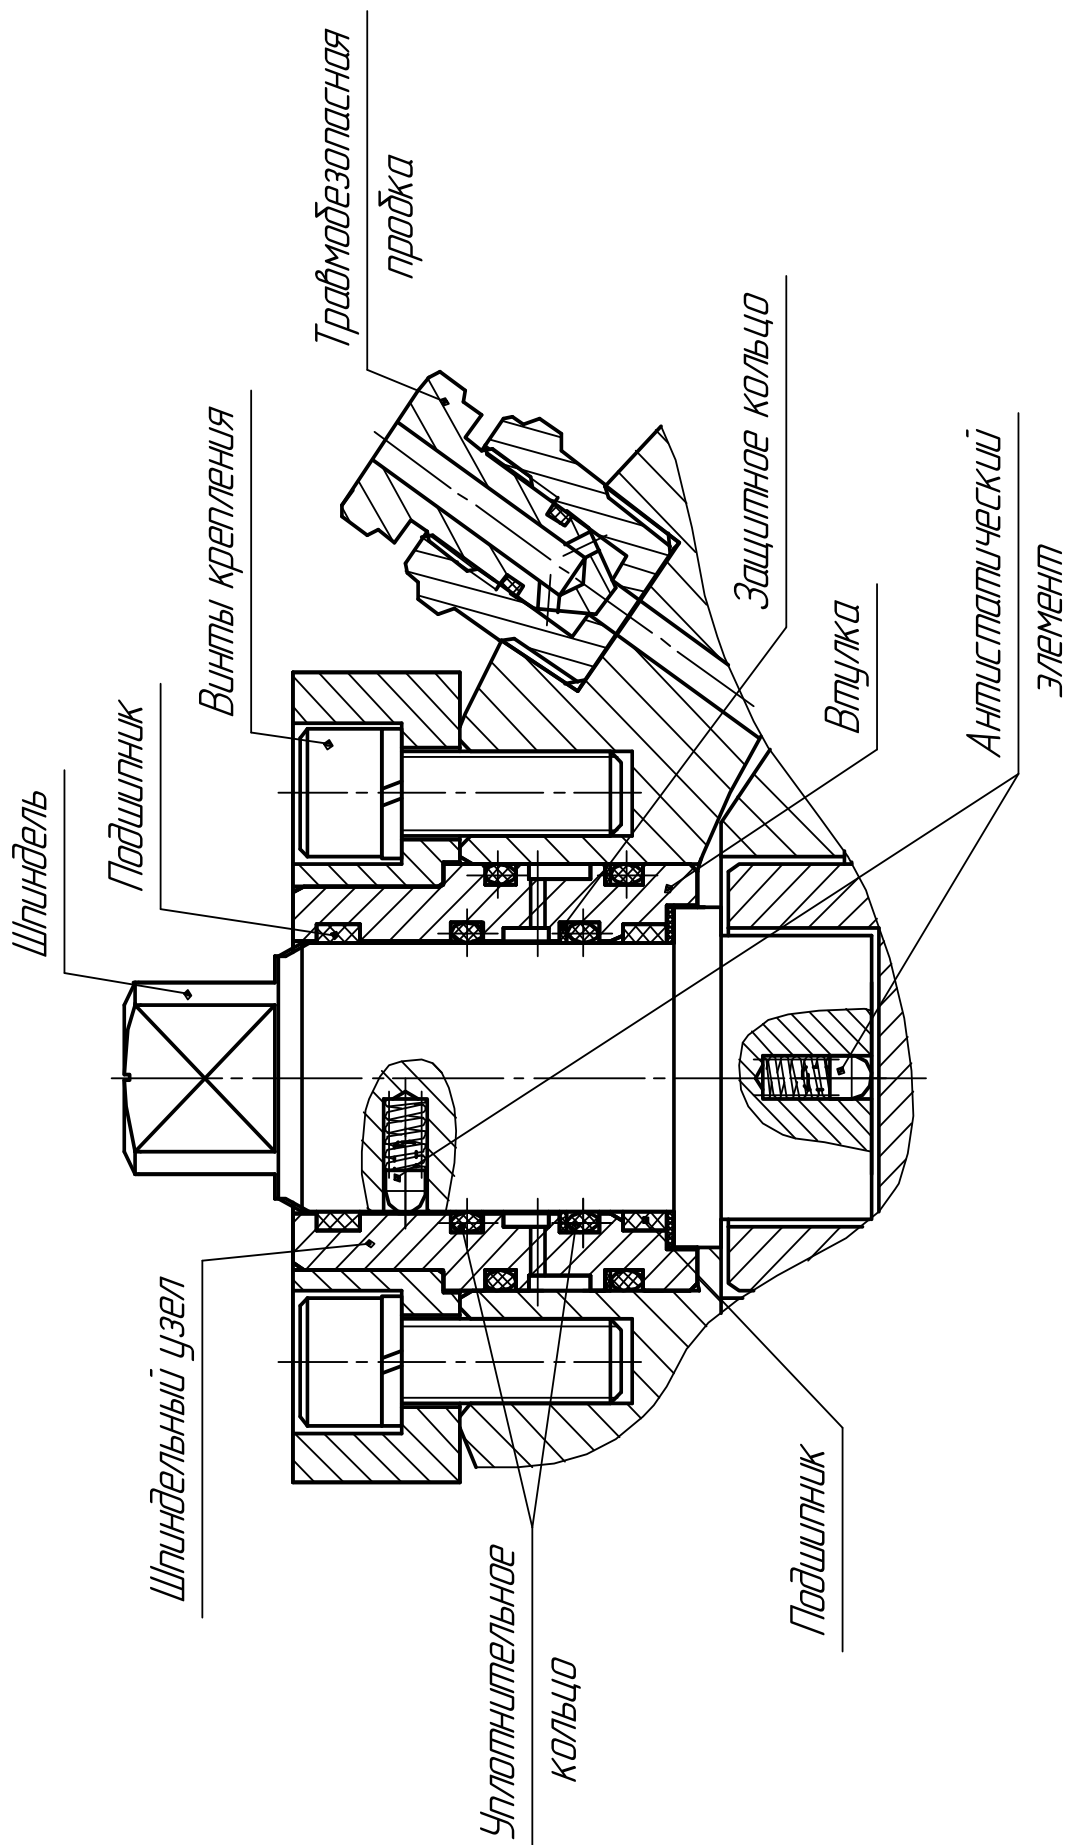

Рис. 7
- Открутить винты крепления (Рис. 7) шестигранным ключом. Вынуть шпindelный узел. Надавливая на шпindel со стороны квадрата вынуть шпindel из втулки. Заменить уплотнительные резиновые кольца и подшипники.